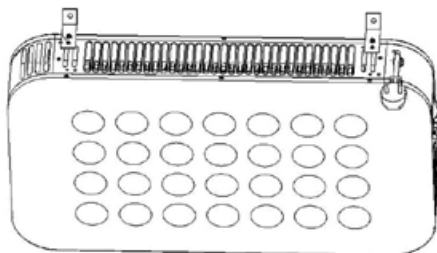

Abb. 6
7. Auf der Geräteunterseite befestigen Sie mit Hilfe der Schrauben die Abstandsstützen (Abb. 6). Beachten Sie, dass sich die Distanzstützen auf der gleichen Seite wie die Aussparungen für die Geräteaufhängung befinden müssen.